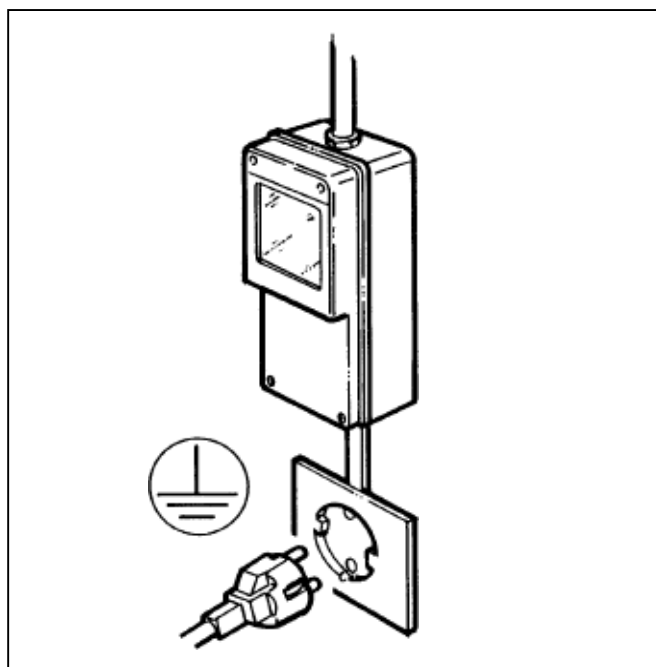

Fig. 3
-Accertarsi che il collegamento sia effettuato ad un impianto dotato di un efficace messa a terra come previsto dalle vigenti normative di sicurezza (fig.3). Il costruttore non può essere quindi considerato responsabile per eventuali danni causati dalla mancata messa a terra dell'impianto.
- E' indispensabile, per una corretta e sicura installazione, predisporre un'apposita presa comandata da un interruttore magnetotermico con distanza d'apertura dei contatti uguale o superiore a 3mm, conforme alle vigenti normative nazionali di sicurezza (fig.3).